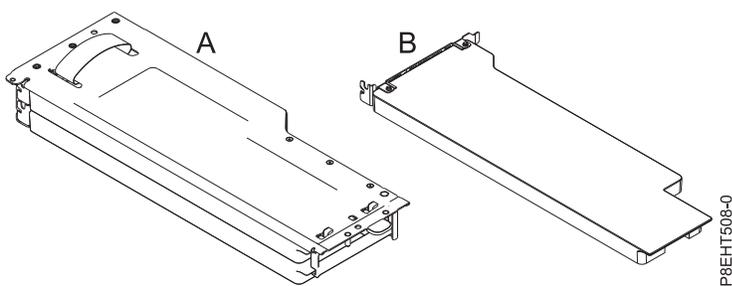

Figura 43. Tarjeta de expansión y relleno de PCIe
3. Si el adaptador PCIe no completa la tarjeta de expansión, inserte un relleno. Figura 43 muestra el relleno (B).